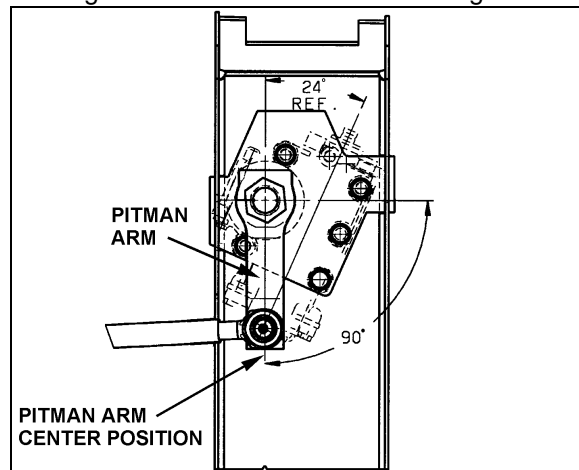

FIGURE 19 : RÉGLAGE DE BIELLE PENDANTE IFS
2. En utilisant un rapporteur d'angle, vérifier l'angle de la bielle pendante (se reporter à Figure 19 & Figure 19 pour les détails).